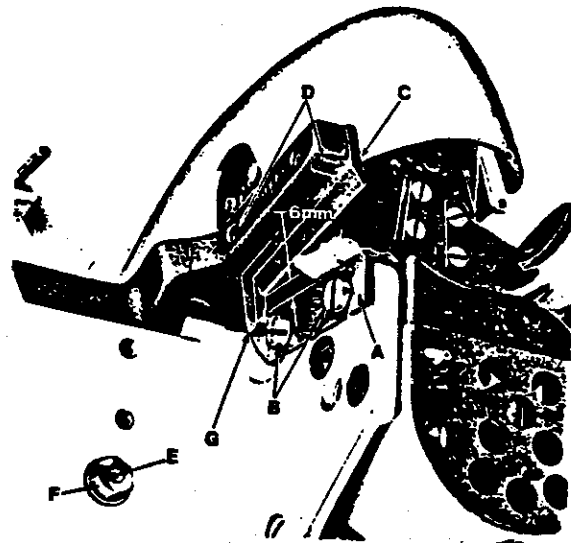

Fig. 3
To change lower knife (A, Fig. 3) loosen screws (B, Fig. 3) and remove knife. Slip-on replacement knife as far as it will go and retighten screws (B).
To change upper knife (C, Fig. 3) unscrew screws (D, Fig. 3), replace knife and fasten screws (D).
NOTE: The opening between upper and lower knife should be set to approx. 6 millimeters as shown in Fig. 3. This can be accomplished by loosening nut (F, Fig. 3) and setting stop screw (E, Fig. 3) inside the solenoid housing accordingly. Make sure that the pilot (G) of the upper knife overlaps the lower knife sufficiently. Relock stop screw (E) with nut (F).
Zum Wechseln des Untermessers (A, Fig. 3) lösen Sie die Schrauben (B, Fig. 3) und entfernen das Messer. Schieben Sie das Ersatzmesser bis zum Anschlag auf und ziehen Sie die Schrauben (B) wieder an.
Zum Wechseln des Obermessers (C, Fig. 3) drehen Sie die Schrauben (D, Fig. 3) heraus, ersetzen das Messer und befestigen es mit den Schrauben (D).
BEACHTEN SIE: Die Öffnung zwischen Ober- und Untermesser soll auf etwa 6 mm eingestellt werden, wie in Fig. 3 gezeigt. Dazu löst man die Mutter (F, Fig. 3) und stellt die Anschlagsschraube (E, Fig. 3) im Magnetgehäuse entsprechend ein. Der Führungszapfen (G) des Obermessers muß dabei das Untermesser noch genügend überlappen. Sichern Sie die Anschlagsschraube (E) mit der Mutter (F).